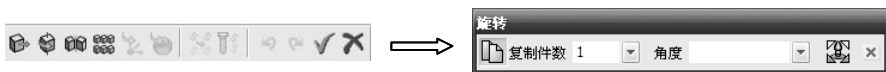

图 4-106 旋转刀具路径工具栏
1) 单击“刀具路径”工具栏上的“变换”按钮，在弹出的工具栏中选择“旋转刀具路径”按钮，弹出“旋转”工具栏，选择“保留原始”按钮，如图 4-106 所示。